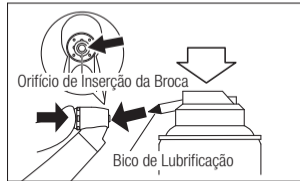

Fig. 10
- 2) Lubrifique o sistema de fixação diretamente pelo orifício de inserção da broca (Fig. 10).